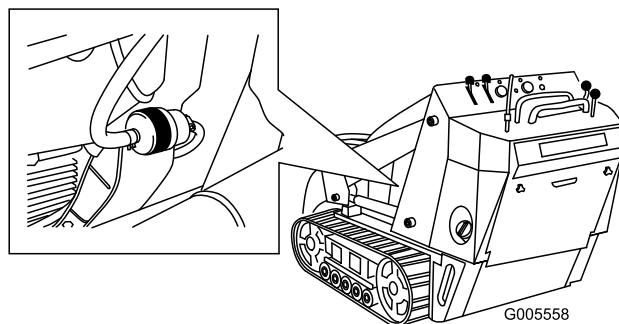

Figure 36
4. Raccordez les conduites d'alimentation de chaque côté du filtre avec des colliers (Figure 36).
5. Pincez les extrémités des colliers et faites glisser ceux-ci pour les éloigner du filtre (Figure 36).